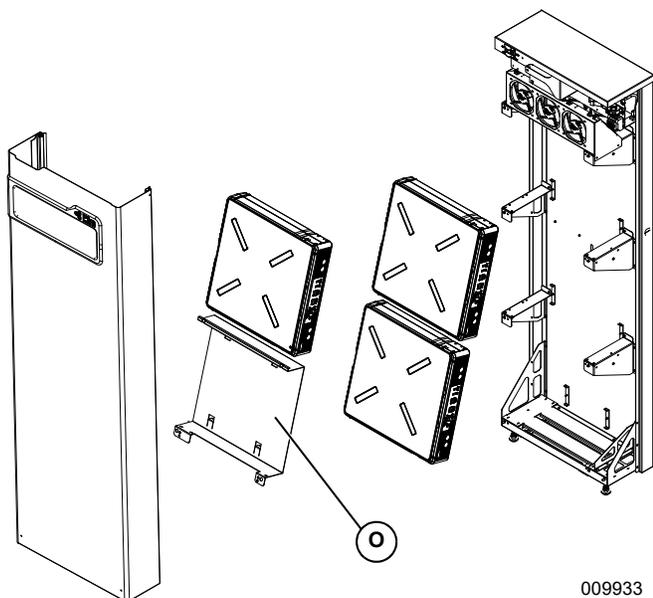

Figura 4-22. Separador de módulo
Consulte la **Figura 4-22**. Los separadores de módulo (O) se deben instalar en cualquier estante de módulo simple.